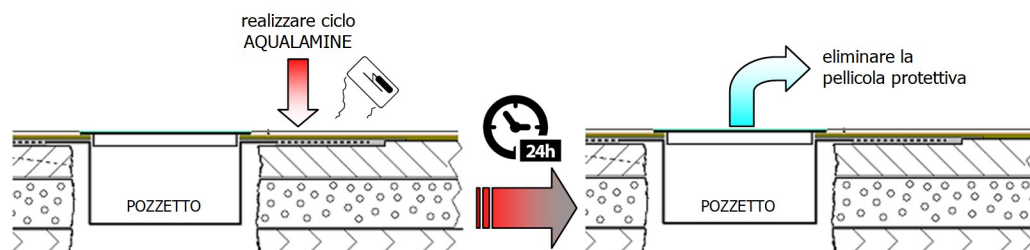

Fig. 11: applicazione di AQUALAMINE e finitura della superficie
- pulire eventuali tracce di adesivo con ACETONE, SOLVENTE PER NORDPUR o alcool (vedi Fig. 11).